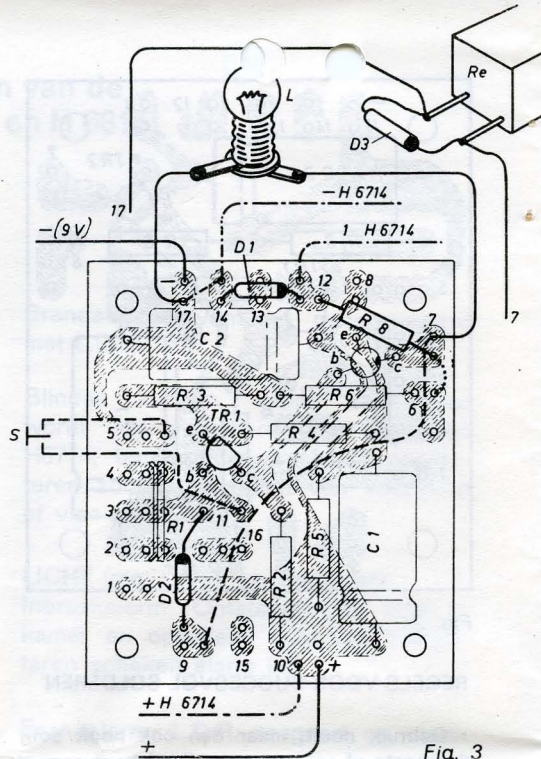

Fig. 3
(punten 7 t/m 17) dient een belasting van ca. 150 ohm aangesloten te worden. Dit kan zijn: een lampje (L) van 6 V 50 mA (zie fig. 3), een relais (Re) met een spoel van 120 à 180 ohm (6 V), een motortje dat bij 6 V ca. 50 mA gebruikt of een weerstand (R6), die o.a. wordt gebruikt voor het rechtstreeks aansluiten van de elektronische zoemer H 6714.
Bij toepassing van een relais dient een diode (D3) parallel aan de relaisspoel gemonteerd te worden (detail bij fig. 3), katode (gemerkte zijde) aan 7. Een relais kan b.v. een claxon, een grote alarmbel, lampen op netspanning, grote ventilators e.d. inschakelen. Voor nog grotere vermogens zoals motoren, verwarmingselementen e.d. kan door het relais een tweede relais met grotere capaciteit worden ingeschakeld. Het is overigens ook mogelijk om de elektronische schakelaar te laten volgen door een „eind-transistor“, die zwaardere relais rechtstreeks kan schakelen. Zie „andere relais“.
De montage is, met streepjeslijnen, aangegeven in fig. 3; diode tussen 9 en 11, verbinding met geïsoleerd draad tussen 7 en 9, druktoets (maakcontact) tussen 5 en 11.
**DE ELEKTRONISCHE ZOEMER H 6714** is een generator die een alarmtoon opwekt, die door een luidspreker wordt weergegeven. In combinatie met de elektronische schakelaar kan een signalering worden gemaakt, die bijvoorbeeld waarschuwt wanneer een bepaalde temperatuur, lichtniveau of vochtigheid is bereikt. De zoemer wordt via een weerstand en een zenerdiode op de schakelaar aangesloten volgens de streep-puntlijnen in fig. 3; plus van zoemer aan 10, min van zoemer aan 14, verbinding tussen 14 en 17, doorverbinding tussen 6 en 7 (volgens stippellijn), punt 1 van zoemer aan 12, zenerdiode tussen 12 en 14, weerstand R8 tussen 7 en 12.
De houdschakeling heeft bij een tijdschakelaar uiteraard geen zin; de diode (D2) en de bijbehorende bedrading (streepjeslijn fig. 3) mogen bij de tijdschakelaar **niet** aanwezig zijn.